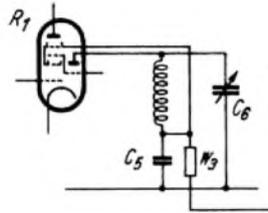

Bild 8. Zusammenschaltung der Schirmgitterspannung mit der Oszillatorspannung
**4) Einpassung eines Blockkondensators und eines Widerstandes bei der Mischröhre.** Die nach Bild 2b angegebene verbesserte Oszillatorschaltung macht die Mischröhre weitgehend unempfindlich gegen die Höhe der Spannungen an der Anode des Dreipolteils und an den Schirmgittern 2 und 4 des Sechspolteils. Diese können also nach Bild 8 zusammengeschlossen werden, wodurch der Kondensator  $C_7$  und der Widerstand  $W_4$  entfallen können.  $W_3$  muß dafür aber auf 10—20 kΩ herabgesetzt werden.